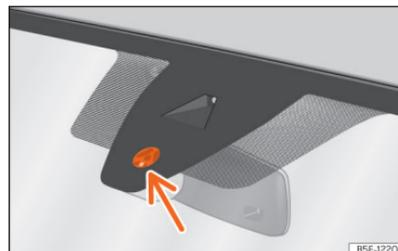

Fig. 110 Superfície sensível do sensor de chuva.
As possíveis causas de anomalias e interpretações erróneas *na zona da superfície sensível* >>> **Fig. 110** do sensor de chuva são, entre outras:
- **Sujidade:** o pó seco, a cera, o revestimento dos vidros (feito lótus) ou os restos de detergente (lavagem automática) podem diminuir a eficácia do sensor de chuva ou fazer com que reaja mais tarde, mais lentamente ou que não funcione. Limpe regularmente a superfície sensível do sensor de chuva >>> **Fig. 110** (seta) e verifique possíveis danos nas escovas.